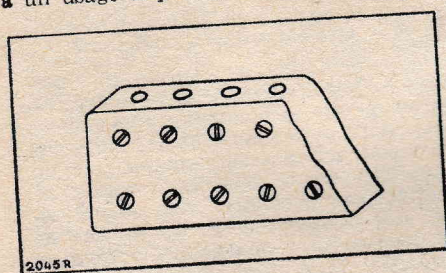

Fig. 1
- petits ensembles bipolaires. (Fig. 1)